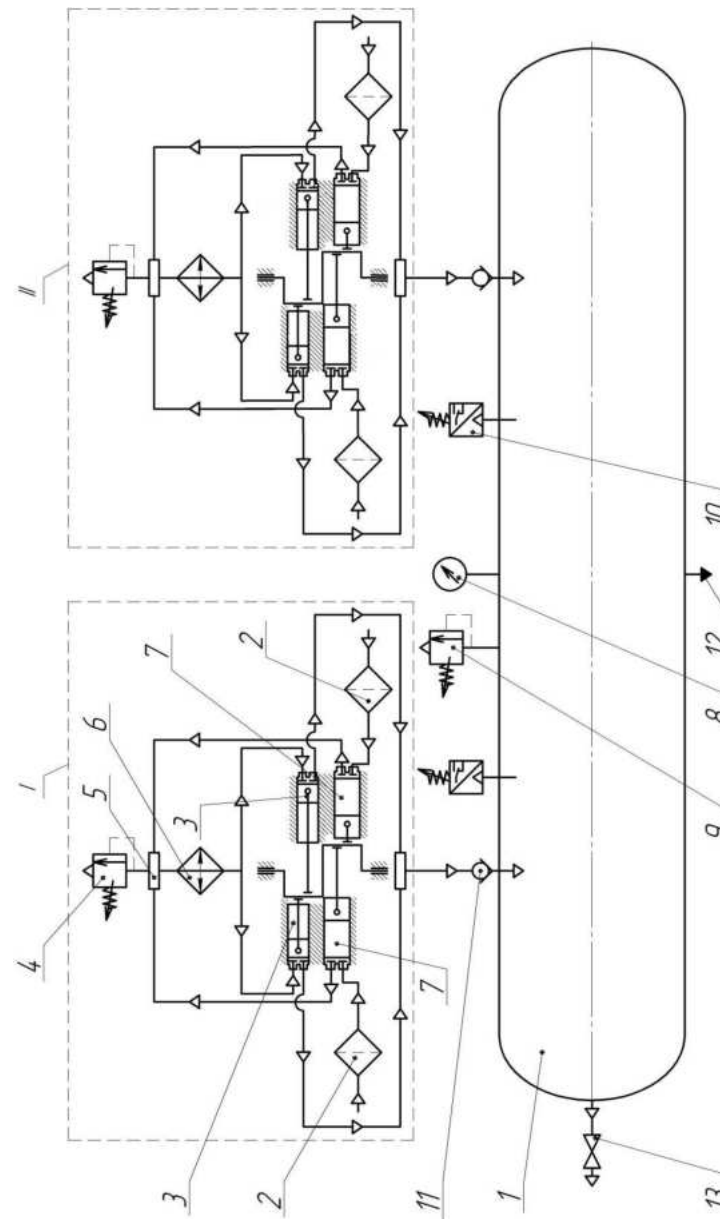

Рис.16 Схема пневматическая принципиальная установка компрессорной, модель КЗ, КЗ-01, КЗ-02:
4.2 Принцип работы (рис.16,17)